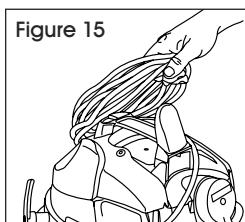

Figure 15
- Saisissez tout le cordon derrière la poignée et tirez-le au-dessus de la patte arrière de l'enrouleur à cordon. Tirez le cordon vers l'avant de l'aspirateur jusqu'à ce qu'il soit complètement sorti de l'enrouleur avant. (Voir Figure 15)